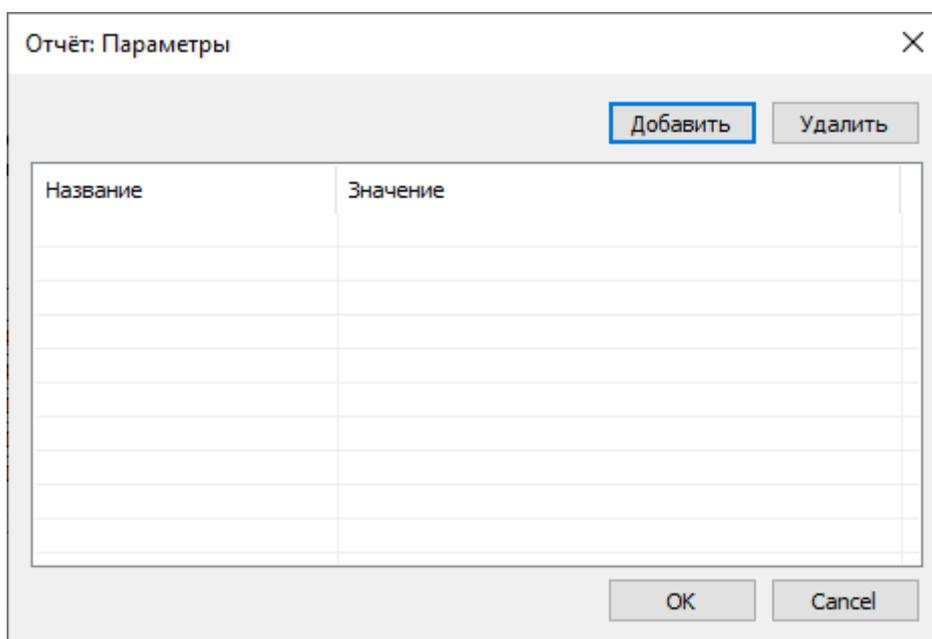

Рис. 14. Параметры отчёта
2. Нажмите **Настройка**. Откроется окно *Отчёт: Параметры* (Рис. 14).